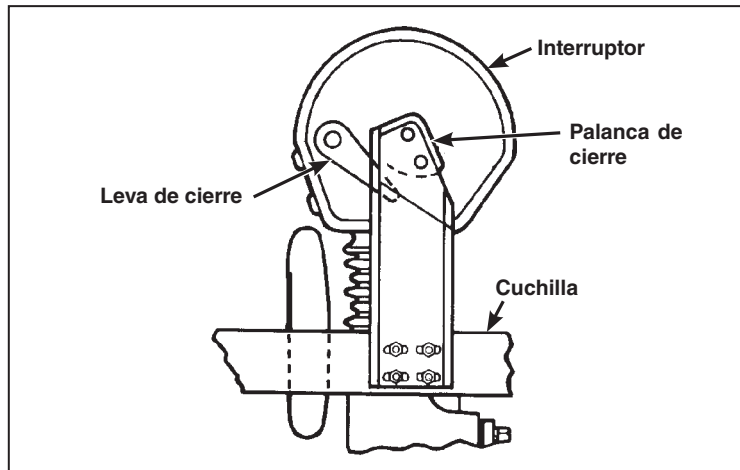

Figura 42. Ensamble de la cuchilla moviéndose en la dirección de cerrado.
- (b) A medida que el ensamble de la cuchilla se mueve en la dirección de cierre, cada leva de cierre de la cuchilla debe hacer un enganche positivo con su respectiva palanca de cierre del interruptor. Ver Figura 42.